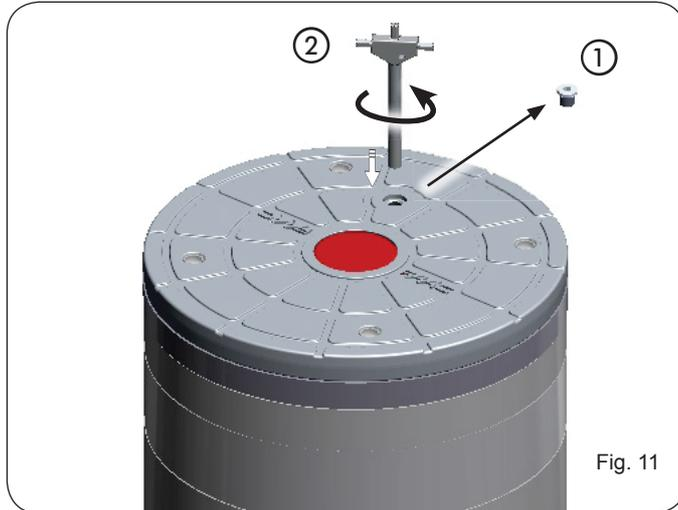

Fig. 11
1. Destornille el tornillo de cierre situado en la cabeza del pilón (fig. 11, ref. ①).
3. Gire en sentido antihorario para bajar el pilón (fig. 11, ref. ②).